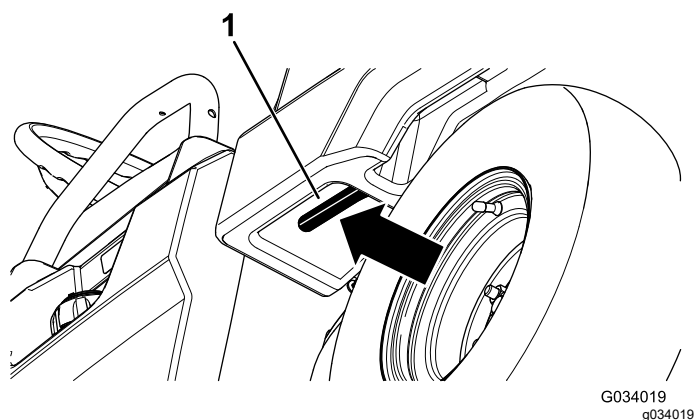

Figure 16
1. Tirez le levier situé à l'intérieur et à gauche du plateau de chargement vers vous, et levez le plateau (Figure 16).
1. Levez légèrement le plateau de chargement en soulevant le levier de verrouillage (Figure 16).